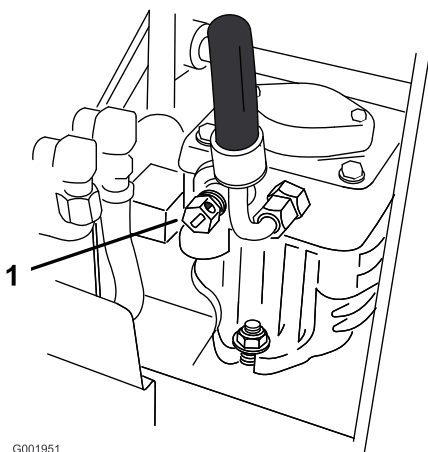

Figure 10
2. Ouvrez les vannes de dérivation des deux pompes en les tournant 1 à 2 fois dans le sens antihoraire. Cela permet au liquide hydraulique de contourner les pompes et aux roues de tourner (Figure 10).